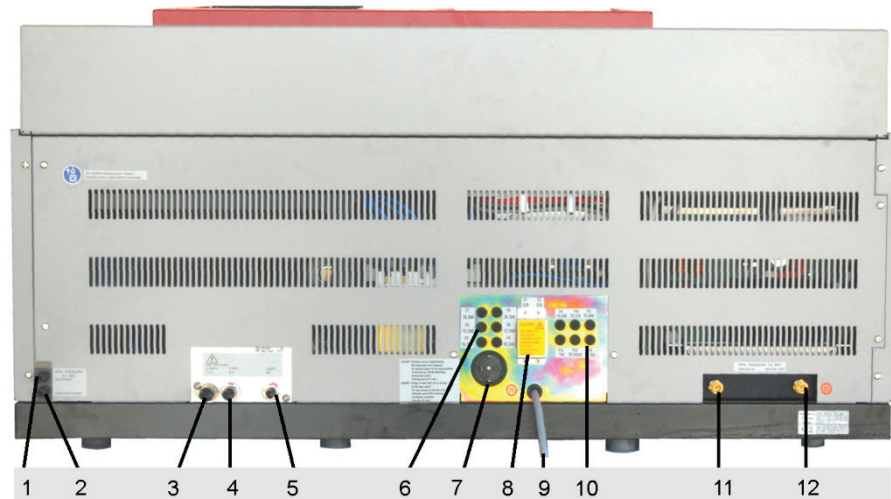

Bild 24 Rückansicht mit Anschlüssen für die Gas, Strom, Wasser
3. Steuerleitung des KM 5 am gekennzeichneten Stecker an der rechten Seitenwand des ZEEnit 700 P anschließen (siehe Bild 24).